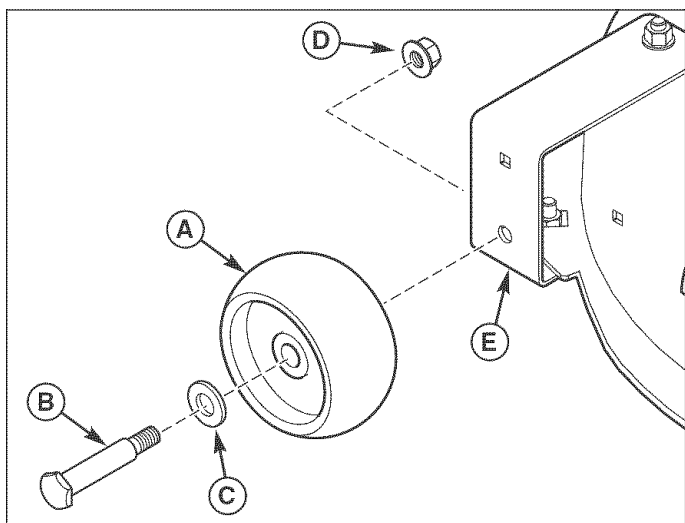

Figure 24. Dépose de roue de jauge
1. Retirer la roue de jauge (A, Figure 24) du support de roue de jauge (E) en retirant le boulon à épaulement de la roue (B), la rondelle (C) et l'écrou à embase (D).